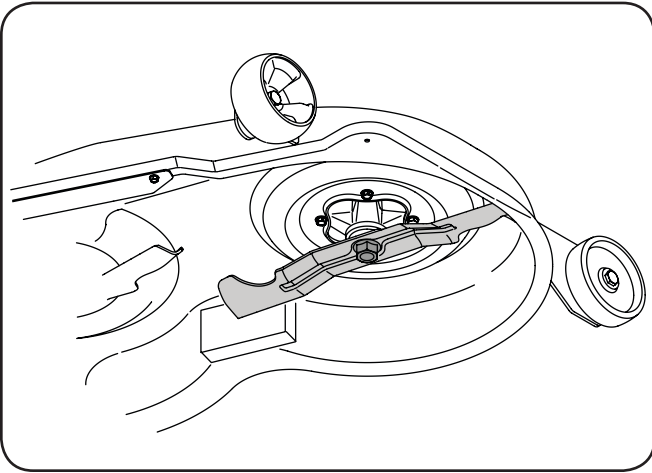

Figure 7-5
2. Placez une cale de bois entre le déflecteur au milieu du plateau et la lame pour faciliter le desserrage de l'écrou à six pans qui retient la lame. Voir la Figure 7-5.
3. Retirez l'écrou à bride à six pans qui maintient la lame sur la base de la fusée. Voir la Figure 7-5.